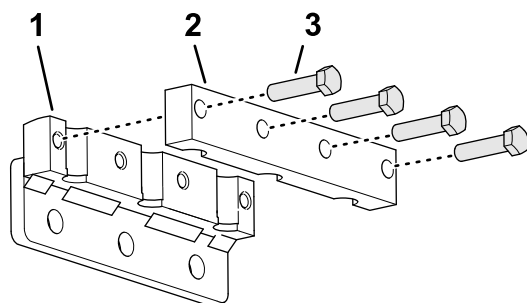

图 40
- 用 4 个螺栓 3/8 x 1-1/2 英寸将打孔针夹具松松地组装到打孔针夹头上图 40。切勿将螺栓拧得过紧。